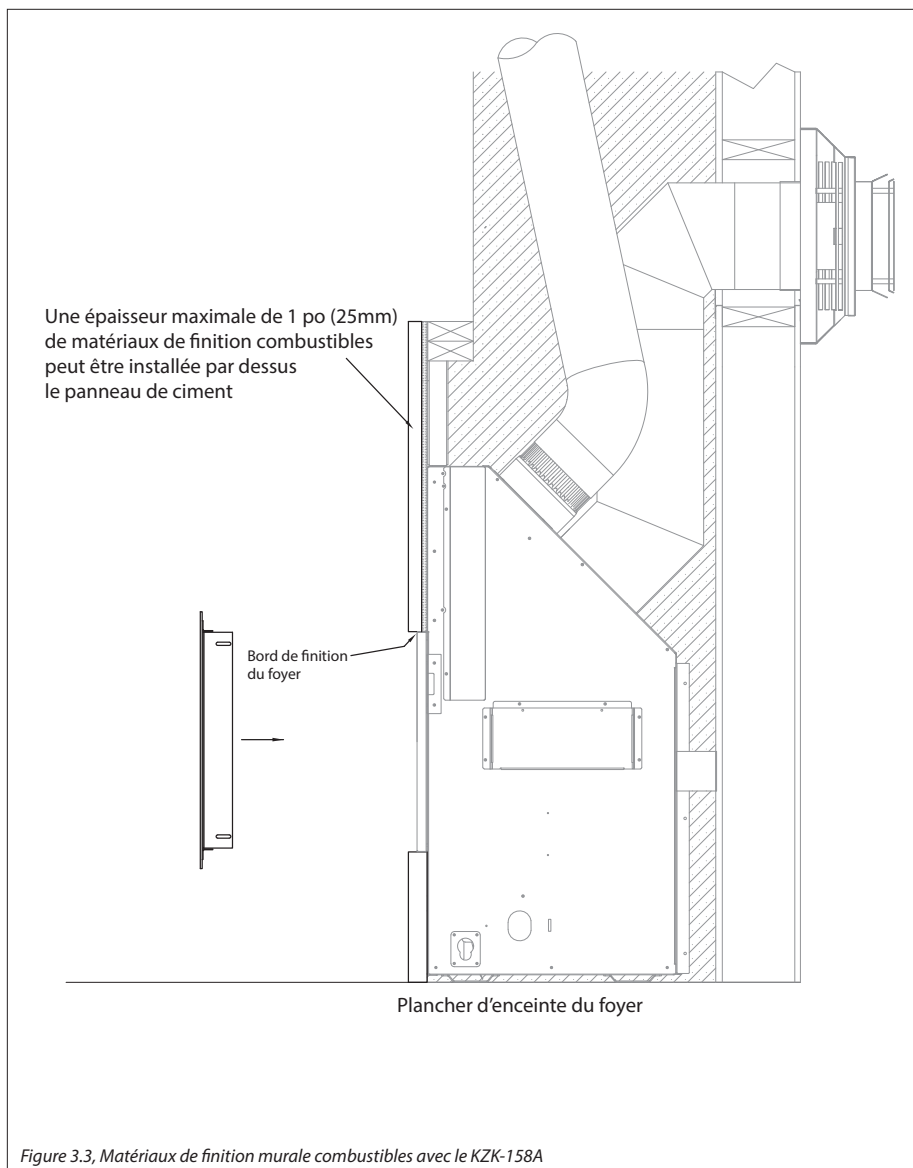

Figure 3.3, Matériaux de finition murale combustibles avec le KZK-158A
NOTE: Si vous désirez installer les matériaux de finition jusqu'aux grilles d'air des matériaux de finition, voir la Figure 3.3 et Figure 3.4 ci-dessous. Les matériaux de finition ne doivent pas boucher l'ouverture de sortie d'air du plénum, et doivent border le pourtour de l'ouverture de sortie uniformément.
- La Figure 3.3 montre l'installation de matériaux combustibles de finition murale d'une épaisseur maximale de 1 po (25 mm). Ces matériaux combustibles sont installés par dessus tous les matériaux incombustibles exigés, tels que montrés à la Figure 3.1 et la Figure 3.2 (page 9).